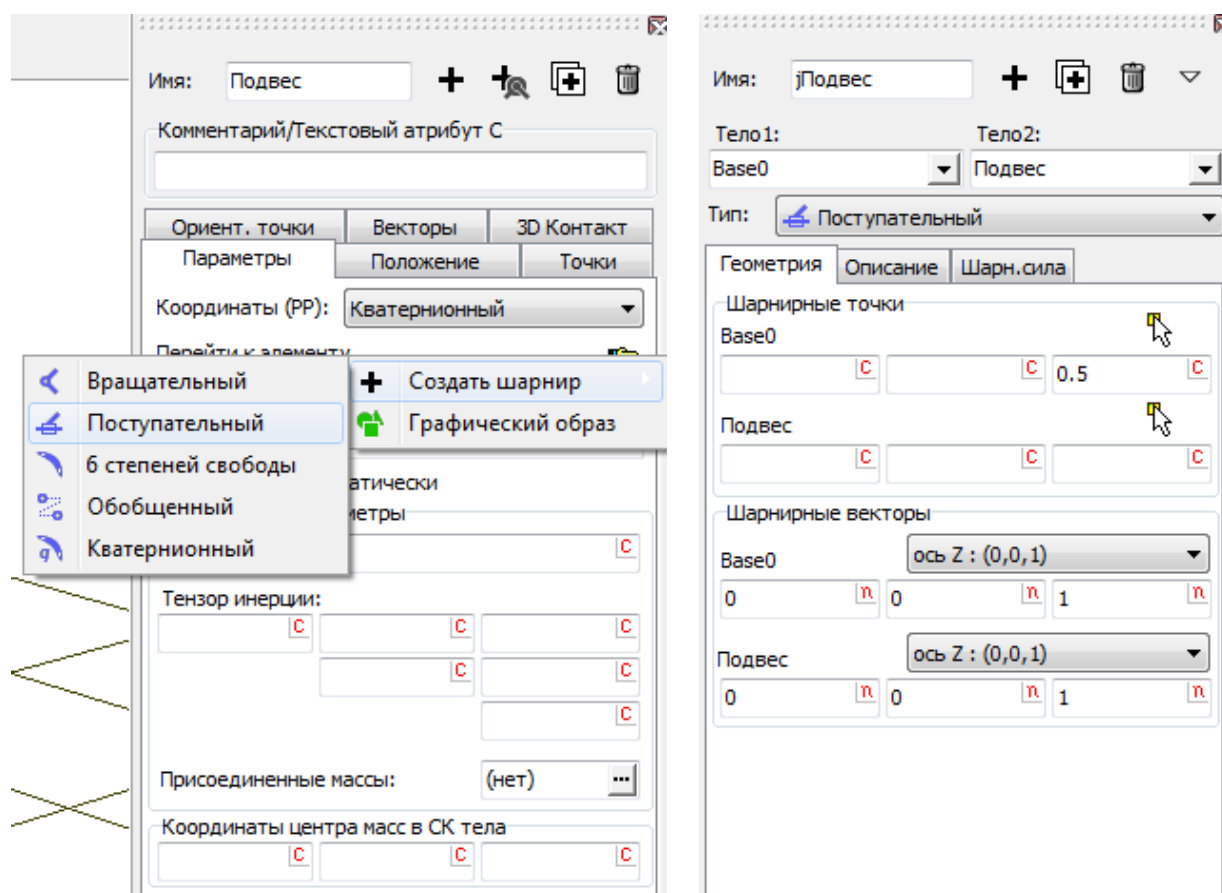

Рис. 2.8. Добавление поступательного шарнира
3. В появившемся списке типов шарниров выберите **Поступательный**, см. рис. 2.8, слева. Будет создан новый шарнир указанного типа.
4. Установите параметры шарнира, как показано на рис. 2.8, справа.